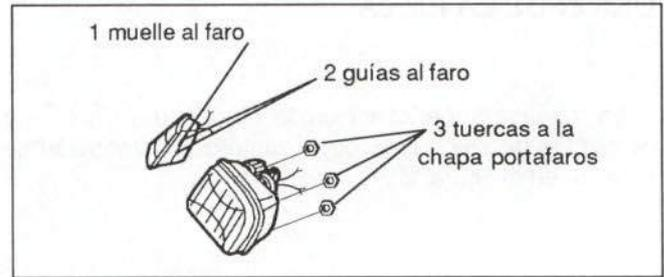

Figura 16.- Fijación de los faros y pilotos
En la figura 16 se observa su fijación.
- Faro y piloto (figura 16)
- Piloto (figura 16)